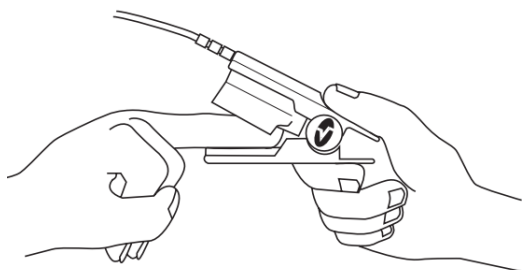

Fig. 15-1 Colocación sensor PED.
1. Consulte la Fig. 15-1. Abra el sensor oprimiendo las lengüetas con bisagra. Coloque el dedo seleccionado encima de la ventana del sensor RD SET DCI™ o RD SET DCI-P™. La parte más carnosa del dedo deberá cubrir la ventana del detector ubicada en la mitad inferior del sensor. La mitad superior del sensor se identifica por el cable. Si el sitio seleccionado es un dedo, la punta del dedo deberá tocar el tope elevado que se encuentra dentro del sensor. Si la uña está larga, puede extenderse sobre el tope del dedo y pasarlo.